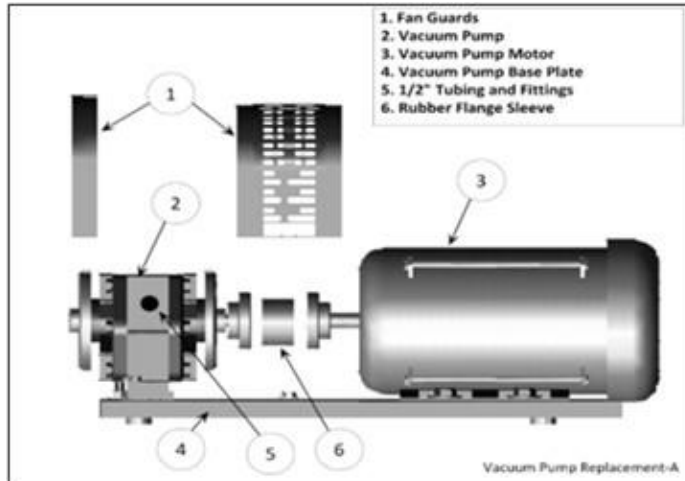

Figura 9-17: Conjunto y componentes de la bomba de vacío
1. La bomba nueva vendrá con un acoplador de accionamiento y un buje de goma con brida. **Vea la Figura 9-17.**